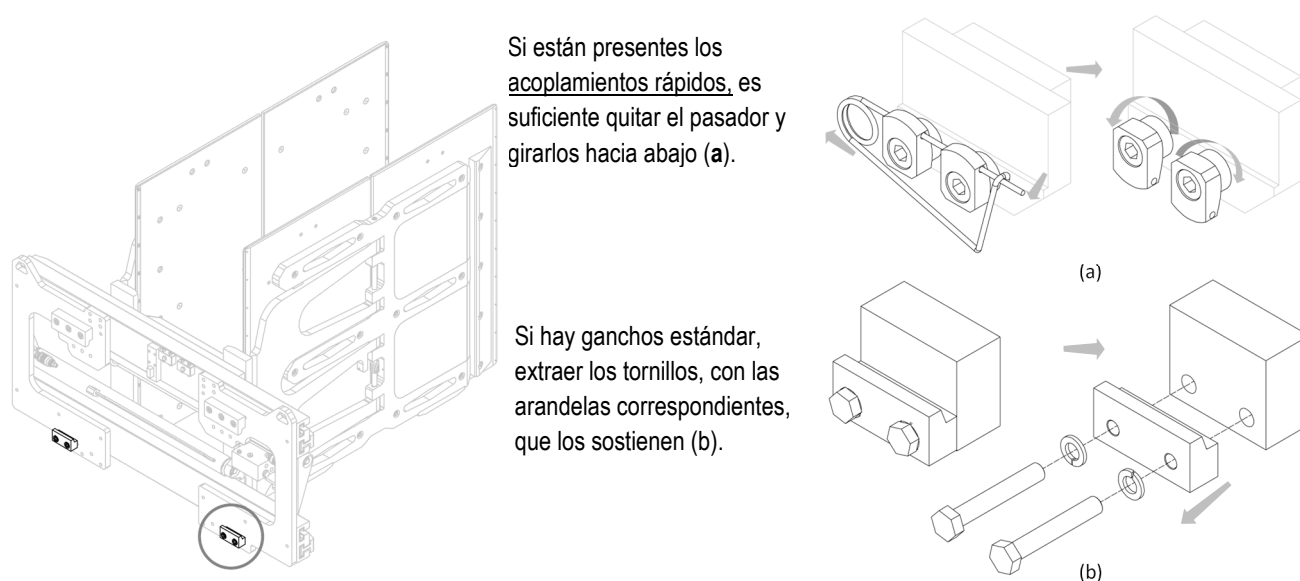

Figura 2
4. Extraer los ganchos inferiores del equipo (ver Figura 2).